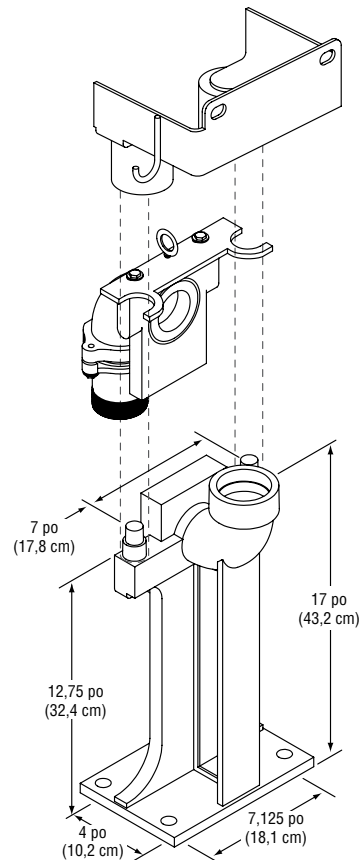

Figure 2 : Composants de système de 1-1/4 et 2 po (3,2 et 5,1 cm)
3. Placez le pied d'assise coudé sur le fond du bassin et centrez-le de manière à ce que les rails soient d'aplomb et alignés avec le support supérieur. Mettez le socle de niveau : il peut s'avérer nécessaire d'installer des cales en dessous pour qu'il soit de niveau. Marquez la position des boulons d'ancrage de la base grâce aux trous de celle-ci. Les figures 2 et 3 illustrent l'installation type de composants de système.